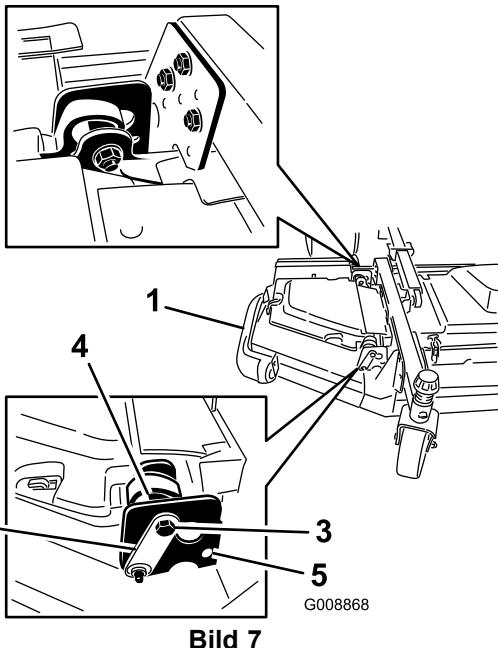

Bild 7
- 2. Lösen Sie die Schrauben und Muttern, mit denen die zwei Ekzenterdistanzstücke an den Flügeln befestigt sind (Bild 7).
3. Drehen Sie den hinteren Ekzenter (der der Zugmaschine am nächsten ist), bis die äußere Messerspitze ungefähr 3 mm höher ist als die gewünschte Schnitthöhe (Bild 7).